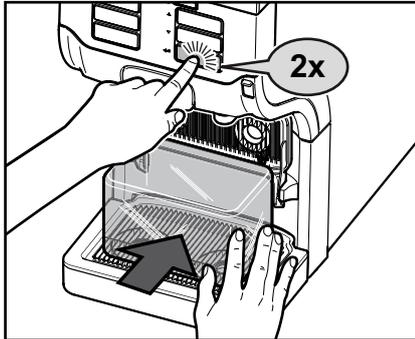

Fig. 32
2. Coloque o colector por baixo das duas saídas de produtos e prima a tecla Enter ◀. (Fig. 32)
3. Prima a tecla Enter ◀ para iniciar o processo de lavagem. (Fig. 32)